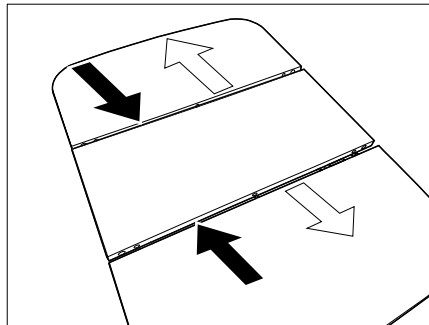

Fig. 110 Abaisser la table
- Pousser les parties extérieures de la table sur la partie médiane (Fig. 110 - flèches noires).
- Écarter l'une de l'autre les parties extérieures de la table (Fig. 110 - flèches blanches).